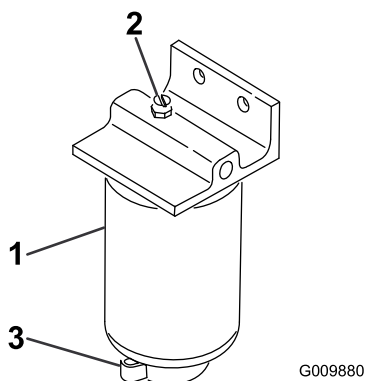

Figure 58
2. Desserrez le robinet de vidange au bas de la cartouche du filtre (Figure 58).
1. Nettoyez la surface autour des supports de la cartouche du filtre (Figure 58).